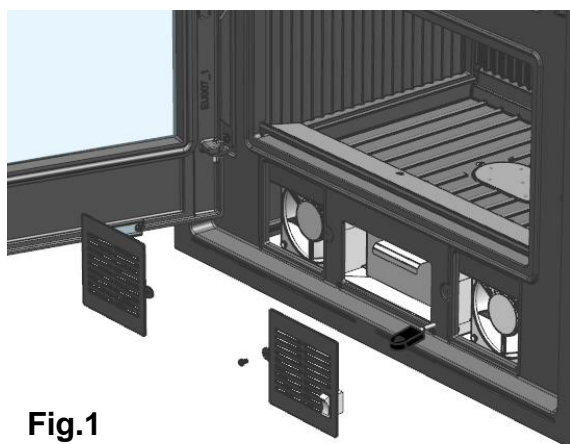

Fig.1
1. Rimuovere la griglia frontale svitando le viti che la fissano (Fig.1).